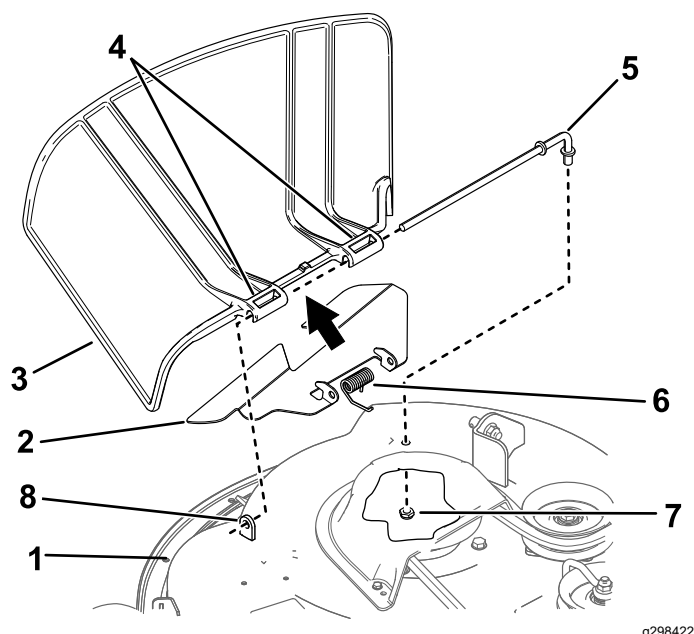

Figura 74
1. Retire la tuerca ($\frac{3}{8}$ ") de la varilla debajo del cortacésped (Figura 74).
2. Retire la varilla del espaciador corto, del muelle y del deflector de hierba (Figura 74).
4. Instale el deflector de hierba nuevo (Figura 74).
7. Deslice la varilla a través del segundo pivote del deflector de hierba (Figura 74).
9. Sujete el extremo trasero de la varilla en el cortacésped con una tuerca ($\frac{3}{8}$ "), como se muestra en la Figura 74.